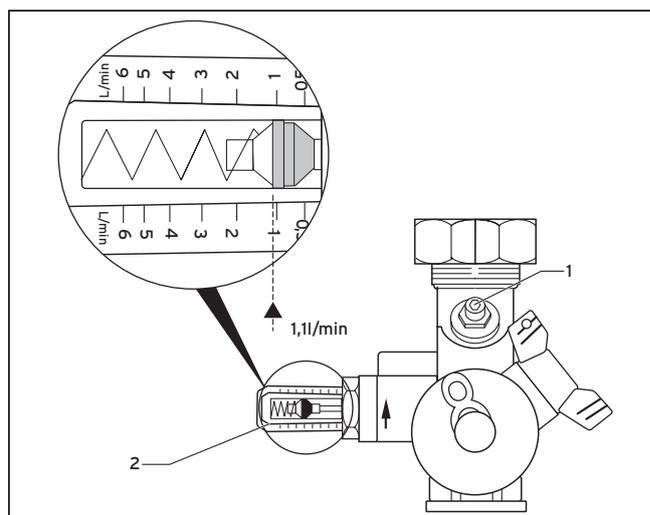

Fig. 6.2 Limitador de caudal
El limitador de caudal (→ Fig. 6.2) es un componente esencial de la instalación solar.
- Tras realizar el ajuste aproximado mediante la bomba de circulación, realice el ajuste de precisión con la servoválvula (1) del limitador de caudal (→ Fig. 6.2). Puede ver el valor ajustado en la indicación (2).